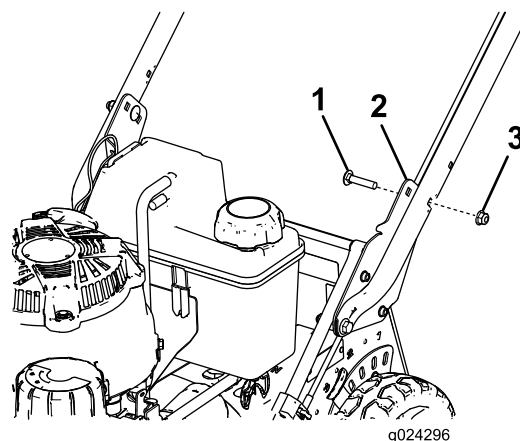

**Figure 5**
5. Tenez-vous à la position d'utilisation pour déterminer la hauteur du guidon qui vous convient le mieux (Figure 5).